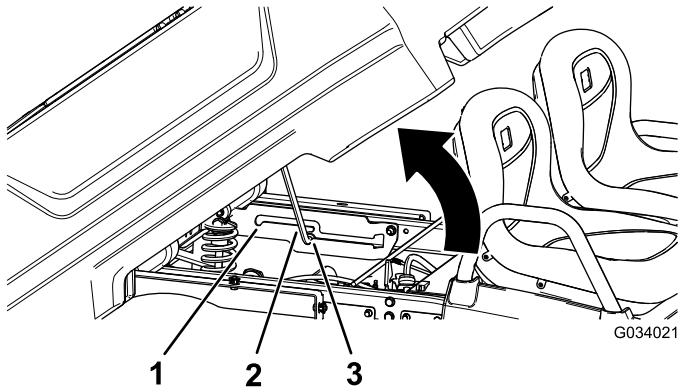

図 12
2. プロップロッドをダンプ位置の固定スロットにはめ込んで荷台を固定する図 12。
2. プロップロッドを整備位置の固定スロットにはめ込んで荷台を固定する図 12。
2. 荷台の底部のスロットにはめ込んであった支え棒を外す図 12)。